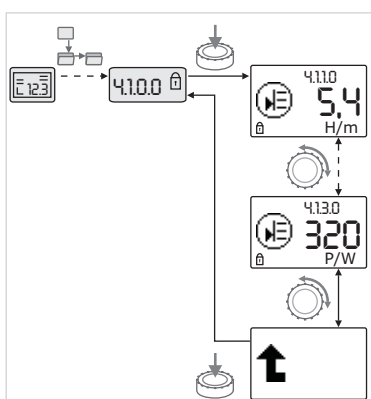

Fig. 39: Vyvolání informací
- Otočením ovládacího tlačítka aktivujete prvky menu typu „Informace“ aktuálního podmenu (viz Fig. 39). Legenda k symbolům zastupujícím nastavení viz tabulka v kapitole 8.7 „Referenční prvky menu“ na straně 40.